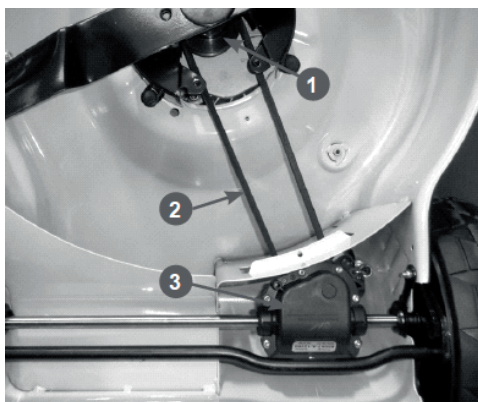

Рис. 29 Проверка состояния ремня привода
3. Попросите помощника нажать рычаг остановки двигателя. Медленно проворачивая коленчатый вал двигателя за нож, внимательно осмотрите ремень 2 привода хода на наличие трещин, разрывов, отслоения корда (Рис. 29). При обнаружении поврежденного ремня необходимо заменить.
2. Снимите старый ремень 2 со шкивов 1 вала двигателя и редуктора 3 (Рис. 29).